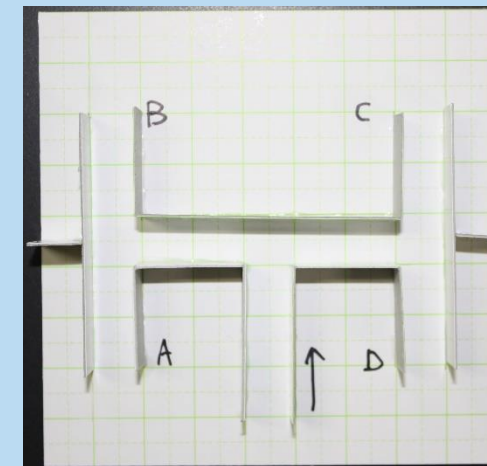

図2 4箇所の出口のある迷路
- 2 : ダンゴムシ (n=24)を4箇所のある迷路 (図2) に侵入させたところ、以下の出口A~Dへの脱出結果を得た。